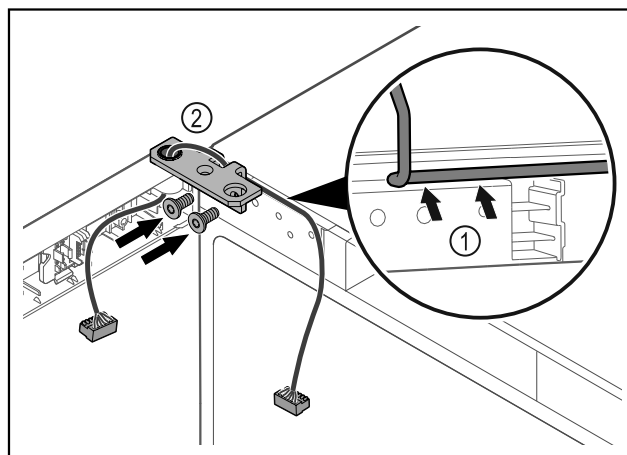

Fig. 40
- ▶ Sæt kablet gennem hængselvinklens udsparring, og træk det forsigtigt Fig. 40 (1).
- ▶ Skru hængselvinklen Fig. 40 (2) på.